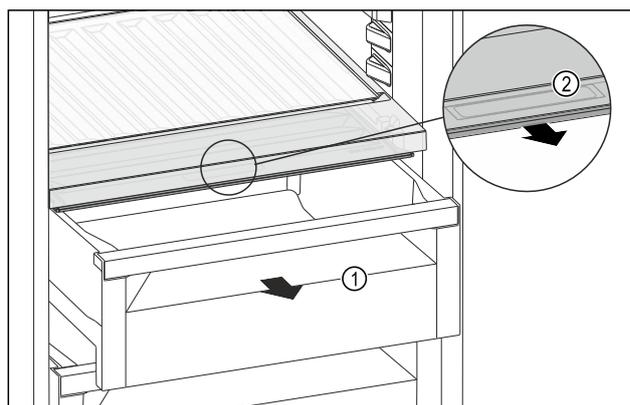

Fig. 95
- ▶ 拉出抽屉 Fig. 95 (1)。
- ▶ 抓住抽屉盖上的内嵌式拉手 Fig. 95 (2)，并同时向前拉出抽屉盖。